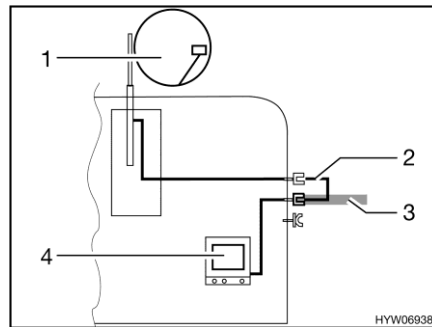

Bild 202 TV i fordonet
- TV i fordonet (Bild 202,4): Anslutning till takantenn (Bild 202,1) med anslutningskabel (Bild 202,2)
- TV i fordonet (Bild 202,4): Anslutning till extern antenn (Bild 202,3)